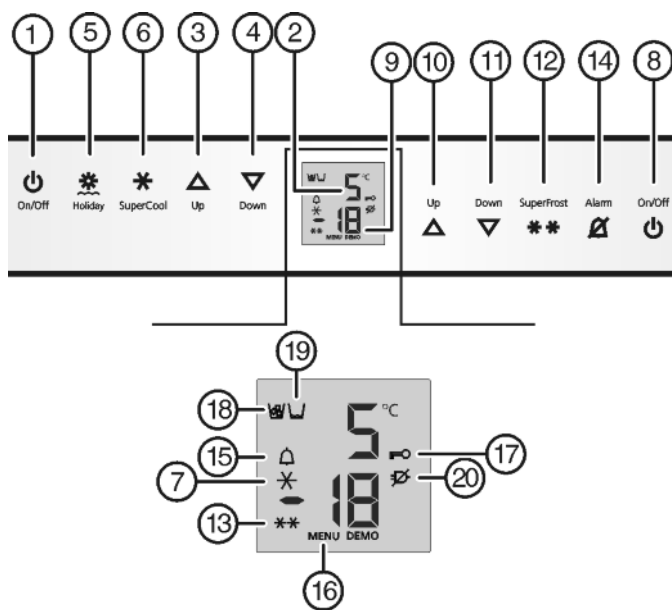

Fig. 2
- ▶ Нажмите кнопку On/Off морозильного отделения Fig. 2 (8).
- Нажмите кнопку On/Off холодильного отделения Fig. 2 (1).
- ▷ Холодильное отделение и отделение BioFresh включены: Индикатор температуры холодильного отделения Fig. 2 (2) светится. При открытии двери холодильного отделения включается внутреннее освещение.
- ▷ Символ меню Fig. 2 (16) горит.
- Коротко нажмите кнопку SuperFrost Fig. 2 (12) для подтверждения.
- Для включения защиты от детей коротко нажмите клавишу SuperFrost Fig. 2 (12).
- ▷ Символ "Защита от детей" Fig. 2 (17) горит. На индикации мигает **c**.
- Для выключения защиты от детей коротко нажмите клавишу SuperFrost Fig. 2 (12).
- ▷ Символ защиты от детей Fig. 2 (17) гаснет. На индикации мигает **c**.
- Выход из режима настройки: нажмите кнопку On/Off морозильного отделения Fig. 2 (8).
- Нажмите кнопку Alarm Fig. 2 (14).
Одновременно мигает индикация температуры и символ тревоги Fig. 2 (15).
Звуковой сигнал выключается автоматически, символ аварийного сигнала Fig. 2 (15) выключается и индикатор температуры перестает мигать, если температура снова становится достаточно низкой.